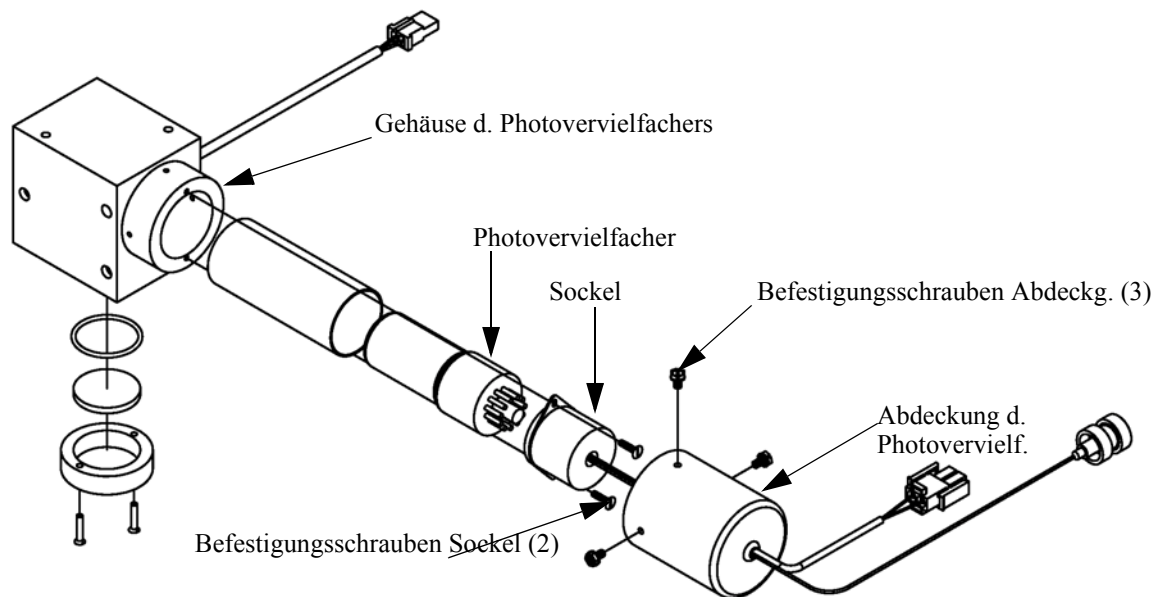

Abb. 7-9. Photovervielfacher tauschen
4. Entfernen Sie nun die drei Schrauben, mit denen die Abdeckung des Photovervielfachers an dessen Gehäuse befestigt ist, und ziehen Sie die Abdeckung ein Stück zurück, damit die zwei Befestigungsschrauben sichtbar werden, mit denen der Photovervielfacher auf dem Sockel befestigt ist (Abb. 7-9).